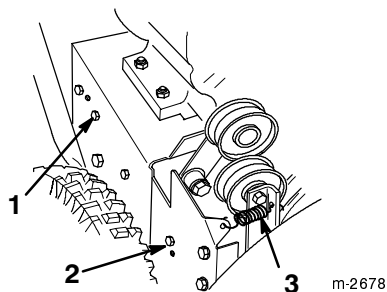

Figure 30
3. Desserrez le bras de frein de tarière. Pour ce faire, desserrez la vis arrière et retirez la vis avant (Fig. 30).
4. Déposez le ressort de poulie folle (Fig. 30). Laissez le bras de frein pendre librement, mais hors du chemin.
3. Desserrez le bras de frein de tarière. Pour ce faire, desserrez la vis arrière et retirez la vis avant qui fixent l'ensemble bras de frein au châssis (Fig. 30).